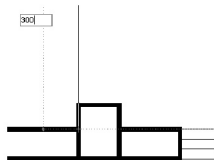

图 4.31 绘制装饰柱 1
② 在当前线宽为 0.0000，指定下一个点或[圆弧(A)/半宽(H)/长度(L)/放弃(U)/宽度(W)]: 提示下，将光标垂直向上拖动，输入“300”后按 Enter 键，结果如图 4.31 所示。